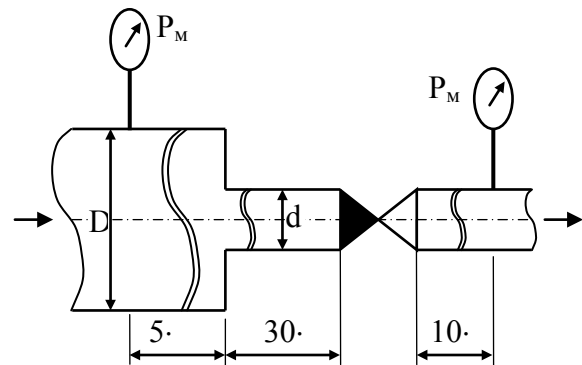

Рисунок 7.2
7.2.5* Вода з температурою t рухається по тепловій мережі. На початку і в кінці розглянутої ділянки встановлено манометри. Манометр на початку ділянки має покази P_{M1} . Визначити тиск P_{M2} , якщо діаметр вхідного перерізу D , а вихідного – d , еквівалентна шорсткість труб $k_e = 0,5$ мм, трубопровід містить різке звуження та зворотний клапан, швидкість води у початковому перерізі v_1 (рис. 7.2). Визначити також найменшу відстань між місцевими опорами, щоб не проявлявся їх взаємний вплив.